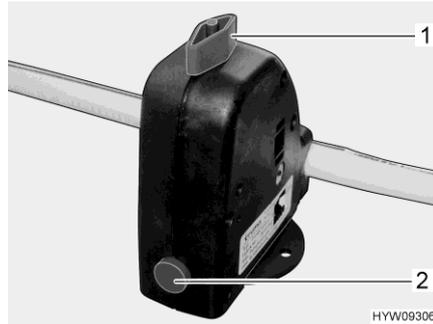

Fig. 166 Válvula de seguridad/purga (caldera)
La caldera está equipada con una válvula de seguridad/purga (Fig. 166). La válvula de seguridad/purga evita que el agua de la caldera se congele cuando no esté conectada la calefacción en caso de helada.
- Cerrar la válvula de seguridad/purga. Para ello, girar el botón giratorio (Fig. 166,1) a la posición transversal en referencia a la válvula de seguridad/purga y hundir el botón (Fig. 166,2).
- Abrir la válvula de seguridad/purga. Para ello, girar el botón giratorio (Fig. 166,1) a la posición longitudinal en referencia a la válvula de seguridad/purga. El botón (Fig. 166,2) salta hacia fuera. La caldera se vacía hacia fuera a través de la válvula de seguridad/purga.